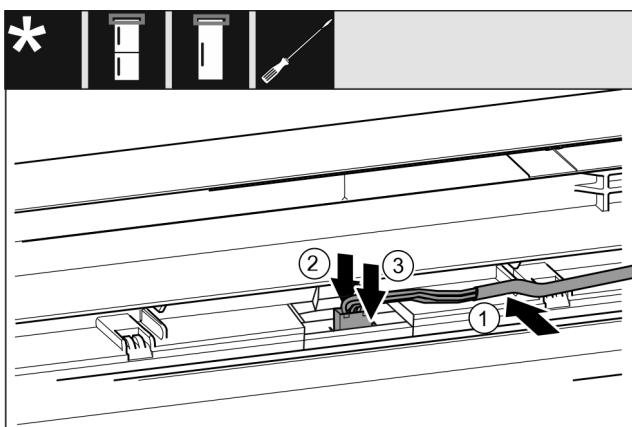

Fig. 32
- Sivý kábel vložte do vedenia v horných dverách. Fig. 32 (1)
- Výstupok potlačte dozadu Fig. 32 (2)
- Zaklapnite zástrčku. Fig. 32 (3)